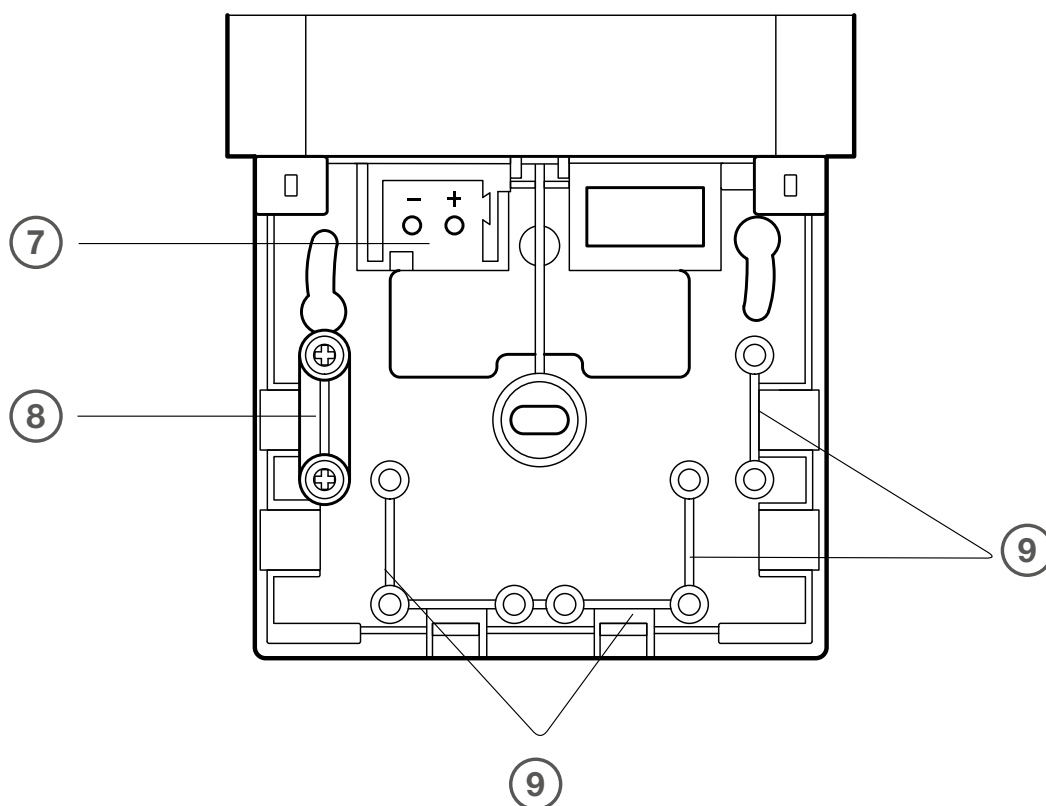

Bild 3: Geräteaufbau hinter der Abdeckung
- Verbindungslinie zwischen Funk-Sender und Funk-Empfänger so wählen, dass sie möglichst kurz durch Mauerwerk oder andere dämpfende Materialien verläuft (s. Bild 3). Insbesondere Mauernischen vermeiden, da sie die Ausbreitung von Funkwellen behindern.